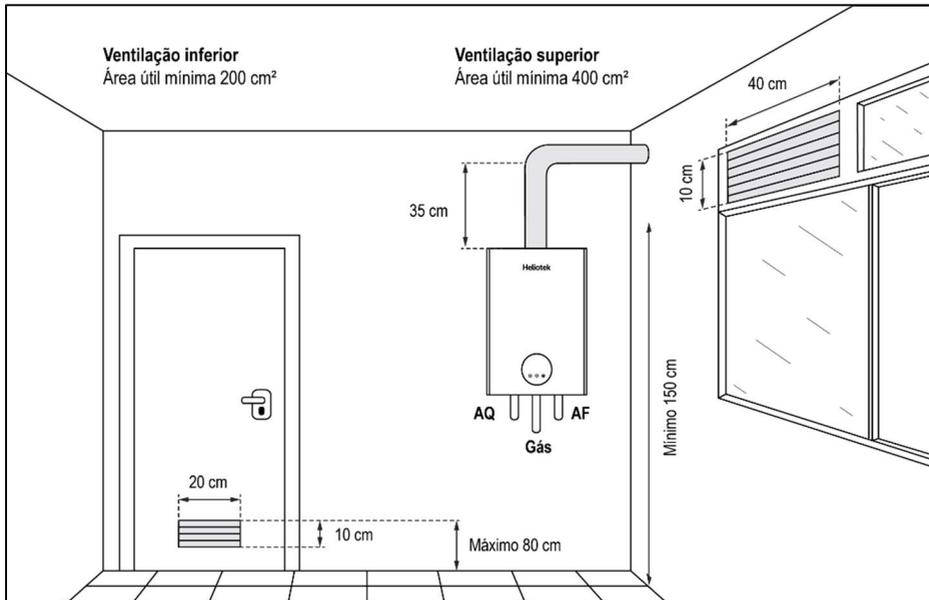

Fig. 10 Instalação em área de serviço – Exaustão natural
- Respeitar as medidas mínimas de instalação indicadas na Fig. 10.